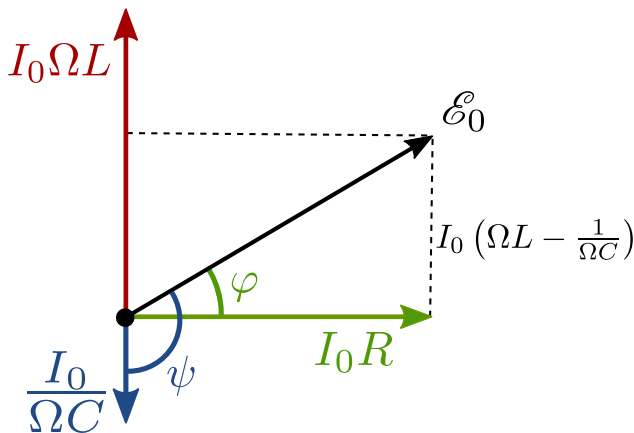

Рис. 2. Векторная диаграмма
Решение (6) удобно анализировать с помощью векторной диаграммы, изобразив амплитуды напряжений на активном сопротивлении, конденсаторе, индуктивности и их сумму, которая в соответствии с (5) равна амплитуде ЭДС источника  $\mathcal{E}_0$ . Эта диаграмма показана на рис. 2.